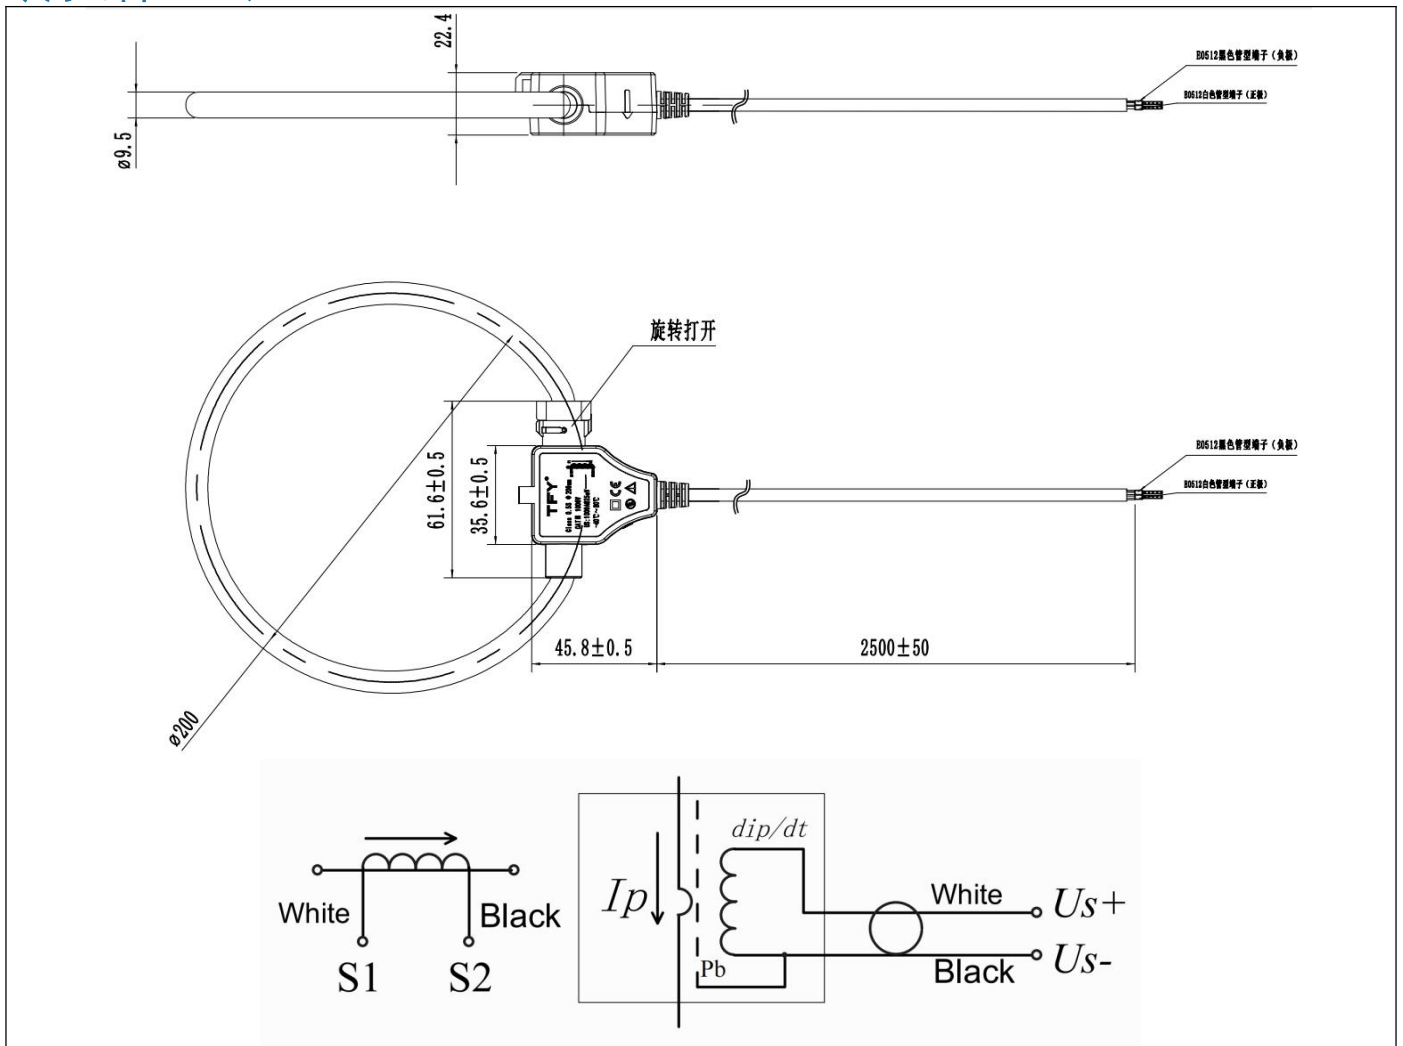

图 4
- 信号线输入长度/积分器信号输出线长度-----见图 4
- 输出端子-----见图 4